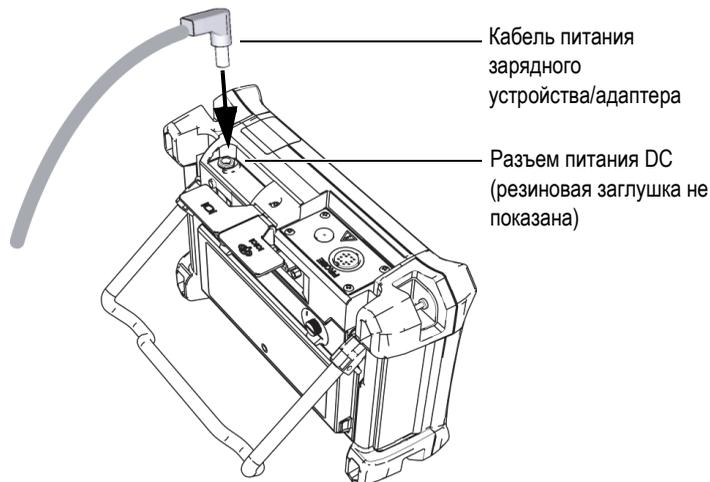

Рис. 1-9 Подключение кабеля питания
3. Подключите кабель питания постоянного тока через адаптер к разъему питания DC NORTEC 600 (см. Рис. 1-9 на стр. 25).